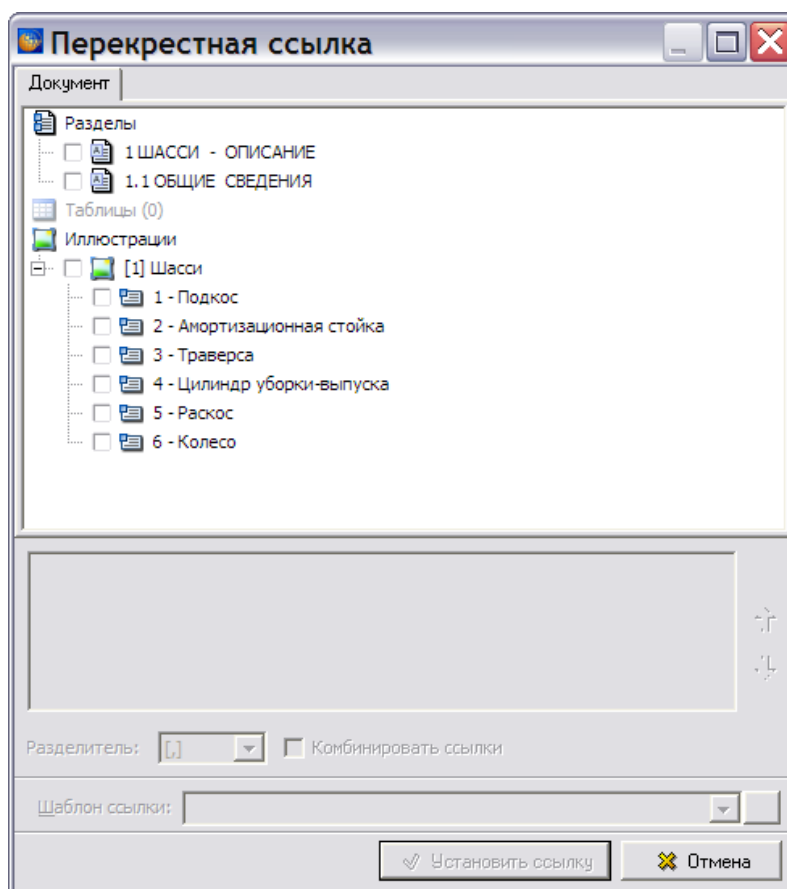
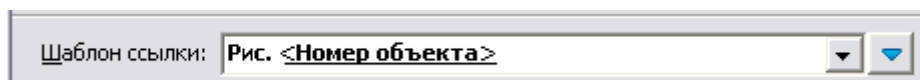

Рис. 5.207
Рис. 5.211
3. Из раскрывшегося списка выберите команду **Вставить перекрёстную ссылку**. При этом появится диалоговое окно **Перекрестная ссылка**, в котором отображена структура документа (Рис. 5.207).
Выноски с одинаковым текстом при простановке перекрестных ссылок не отображаются. На Рис. 5.207 видна только одна выноска № 6 «Колесо», хотя на иллюстрации проставлены одноименные выноски на все 4 колеса.
Вернемся к окну **Перекрестная ссылка** (Рис. 5.207). Рассмотрим подробнее возможности, предоставляемые полем **Шаблон ссылки:** (Рис. 5.211).